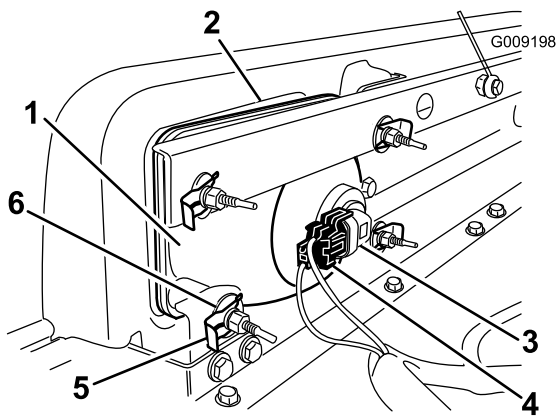

Figure 34
2. Sortez le phare en le déplaçant vers l'avant à travers l'ouverture dans le pare-chocs avant (Figure 34).
- Montez le phare neuf à travers l'ouverture dans le pare-chocs (Figure 34). Veillez à bien aligner les ergots sur les trous dans le support de montage du pare-chocs.